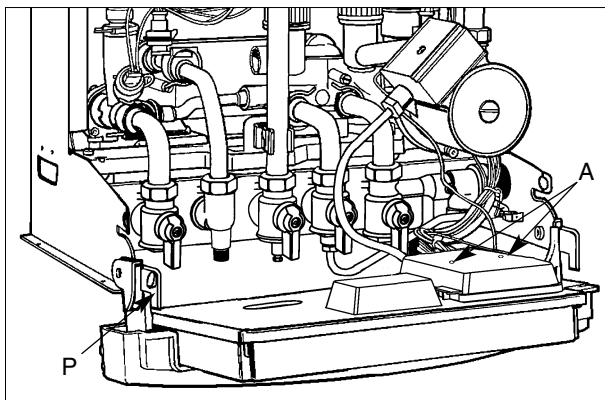

Fig. 11
- Dévisser les deux vis «A» (Fig.11) de fixation du capot de protection, ôter le capot.